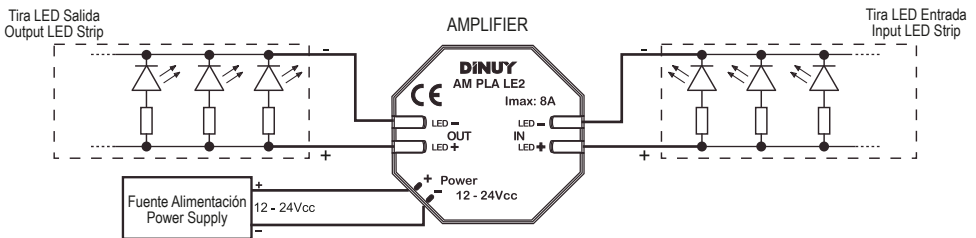

Fig. 1
- Fig. 1: Instalación en serie. Amplificador instalado entre el final de la primera Tira y comienzo de la segunda.
- Fig. 1: Serial installation. Amplifier installed between the end of the first Strips and the beginning of the second one.